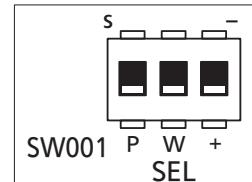

図 15
①外部からの運転／停止信号の種類を選択します。
- SW001 (3P のディップスイッチ) の “1番 (1番左)” にて、下表のように設定してください。(図 15)